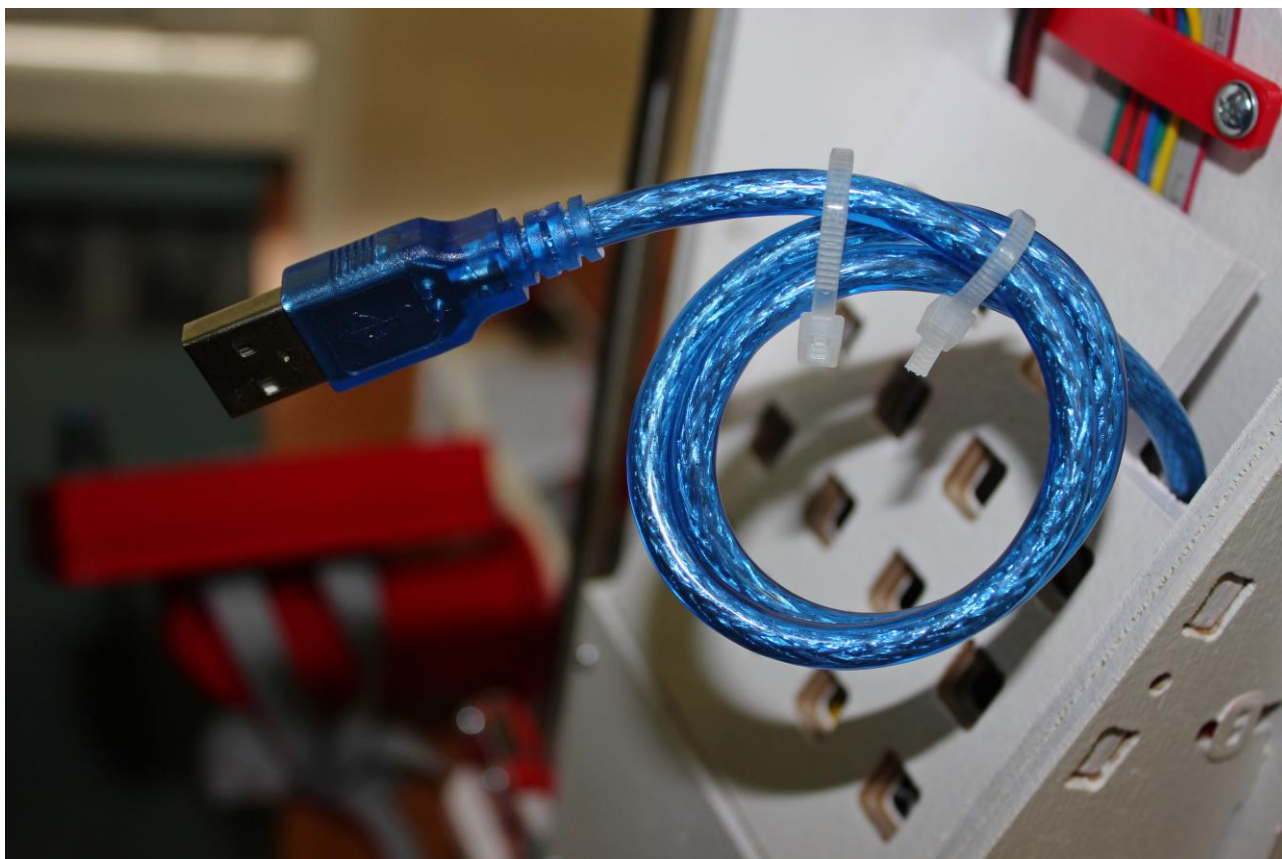

Рисунок 4. Встроенный USB провод 3D принтера предназначенный для соединения с ПК.
- 3) Вставьте USB провод в USB разъем ПК, т. к. другой край провода уже подключен к принтеру. Соединение 3D принтера и ПК осуществляется с помощью USB разъема типа А-В (принтерный). В основном используется SD карта, на которую сохраняется G-код 3D модели, после чего карта вставляется в разъем LCD дисплея. Печать модели напрямую с SD карты является более надежным способом, т. к. он исключает возможные неполадки и сбои работы ПК, рисунок 4